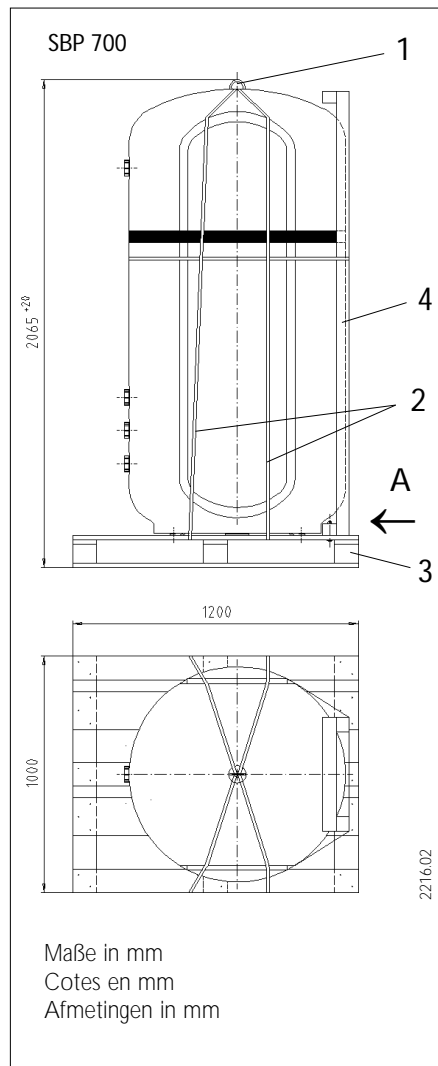

Abb. 5 / Fig. 5 / Afb. 5
Die Verpackungsbänder (Pos. 2 in Abb. 5) durchtrennen, die Schloßschraube mit Flügelmutter (Pfeil A in Abb. 5) entfernen und den Speicherbehälter von der Bodenpalette abnehmen. Den Speicherbehälter am Aufstellungsort über die untere Kante des Holzgestells (Pos. 4 in Abb. 5) aufrichten und ausrichten. Anschließend die Stretchfolie am hinteren Holzgestell senkrecht durchtrennen und das Holzgestell und die Folien entfernen.
Couper le cerclage de maintien (pos. 2, Fig. 5). Enlever les écrous papillons et ôter le réservoir de la palette. Soulever le réservoir sur l'arête inférieure du cadre en bois et le mettre en position verticale et de niveau (pos.4, Fig. 5).
De verpakbands (Pos. 2 in Afb. 5) doorsnijden, de slotschroef met vleugelmoer (pijl A in Afb. 5) verwijderen en het voorraadreservoir van de pallet afnemen. Het voorraadreservoir op de plaats van opstelling over de onderste zijde van het houten raamwerk (Pos. 4 in Afb. 5) rechtop zetten en in de juiste stand brengen. Vervolgens de stretchfolie aan het achterste houten raamwerk verticaal doorsnijden en het houten raamwerk en de folie verwijderen.